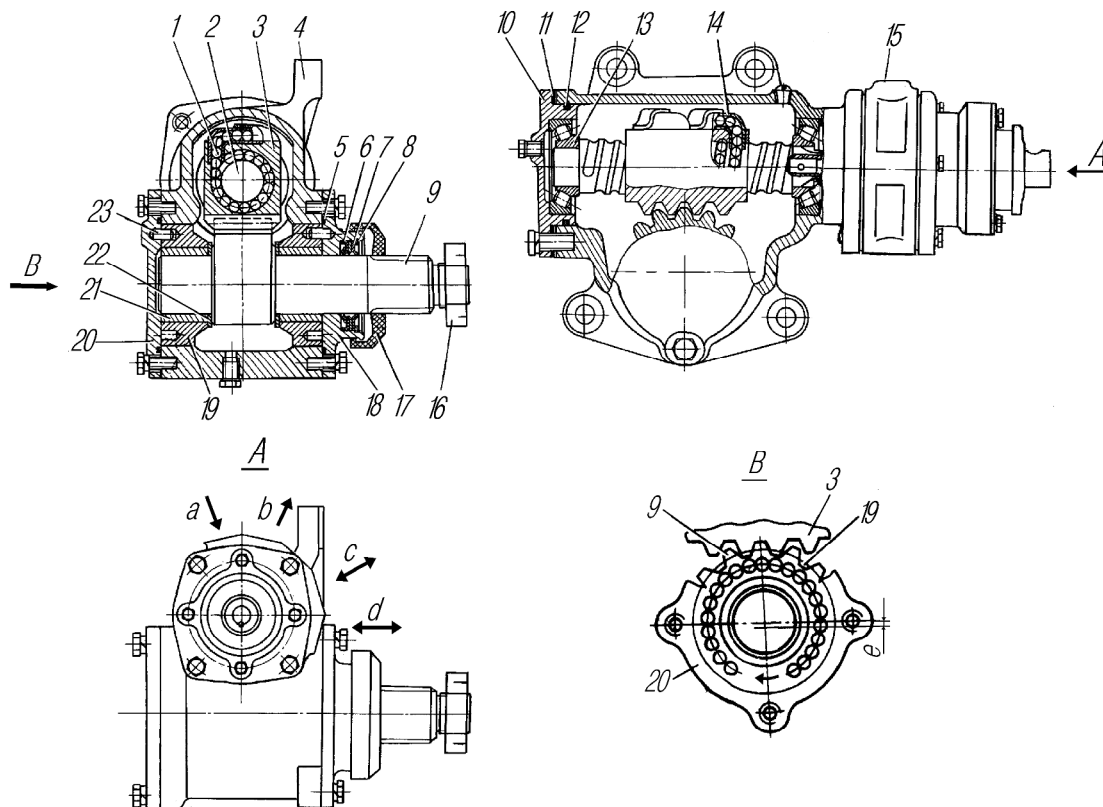
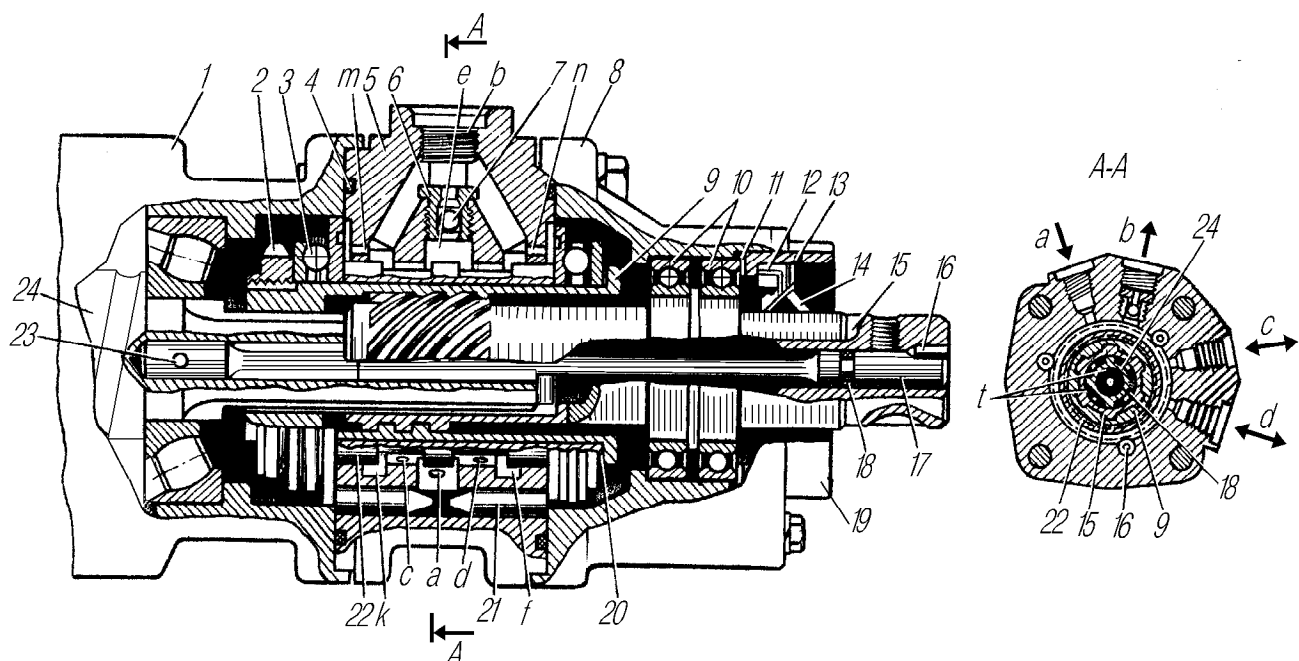

Рис. 52. Механизм рулевой (винт- шариковая гайка- рейка- сектор):
Рис. 53. Распределитель гидроусилителя руля:
Рулевой механизм с распределителем (рис. 52) включает в себя винт 2 и шариковую гайку- рейку 3, находящуюся в зацеплении с сектором 9. Полу- круглые винтовые канавки на винте и гайке- рейке образуют канал, заполненный при сборке механизма шариками 1 высокой точности.
Распределитель (рис. 53) установлен на рулевом механизме.
Из штоковой полости усилительного механизма жидкость по трубопроводам, через канал «с» (см.рис. 53) распределителя поступает в кольцевую канавку «к» и далее через отверстие «b» сливается в бак.
В рулевом механизме регулировать натяг в подшипниках 13 (см.рис. 52) и зазор в зацеплении гайки- рейки 3 с сектором 9.
1. Перед регулировкой натяга в подшипниках 13 необходимо закрепить рулевой механизм в тисках за проушины картера, отсоединить карданный шарнир. Вращением вала 15 (см.рис. 53) установить гайку- рейку 3 (см.рис. 52)
и сектор 9 в одно из крайних положений. Определить момент, необходимый для проворачивания вала 15 (см.рис. 53) из крайнего положения в среднее (вал проворачивать на угол примерно 30°). Если момент меньше 0,9 Н.м (0,1 кгс.м), отрегулировать натяг в подшипниках 13 (см.рис. 52), уменьшив количество прокладок 11. После регулировки момент, необходимый для проворачивания вала 15 (см.рис. 53), должен быть в пределах 0,9- 1,5 Н.м (0,1- 0,15 кгс.м).
Покачиванием сошки в обе стороны определить наличие зазора (при наличии зазора слышен стук в зубчатом зацеплении). Наличие зазора можно определить также поворотом вала 15 влево и вправо до начала закрутки торсиона 17 при зафиксированном секторе. Для регулировки зубчатого зацепления снять сошку, крышки 18 (см.рис. 52) и 20 и повернуть вкладыши 19 с подшипниками 21 против часовой стрелки (если смотреть со стороны вала сектора) на одинаковый угол так, чтобы исключить зазор в зубчатом зацеплении. После поворота вкладышей одно из отверстий во вкладышах должно располагаться в плоскости, проходящей через диаметрально расположенные резьбовые отверстия в картере 4 для крепления крышек 18 и 20. Установку крышек производить таким образом, чтобы фиксаторы 23 вошли в отверстия во вкладышах 19 и располагались друг против друга. При незначительном несовпадении фиксаторов и отверстий повернуть вкладыши в ту или другую сторону до совпадения фиксаторов и отверстий, обратив внимание на отсутствие зазора в зубчатом зацеплении. После регулировки крышки 18 и 20 при установке можно повернуть на 90°, 180° и 270° относительно первоначального положения.
После установки крышек момент, необходимый для проворачивания вала 15 (см.рис. 53) в среднем положении, должен быть в пределах 2,7- 4,1 Н.м (0,27- 0,41 кгс.м).